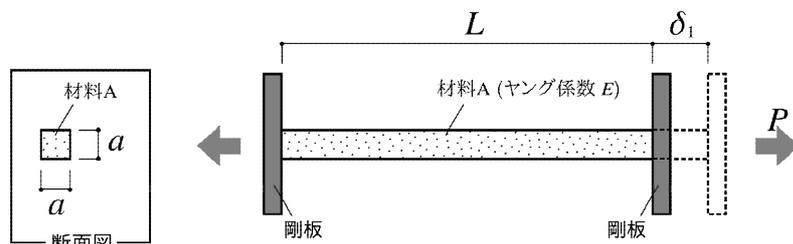
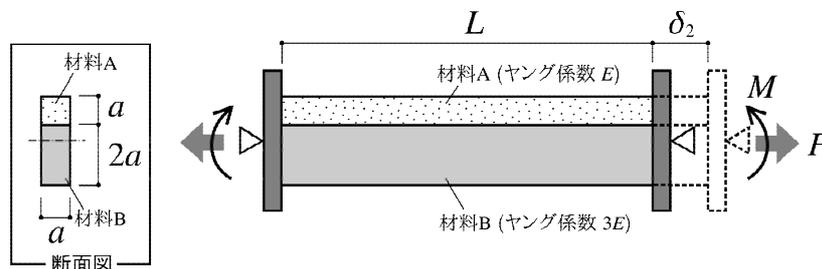
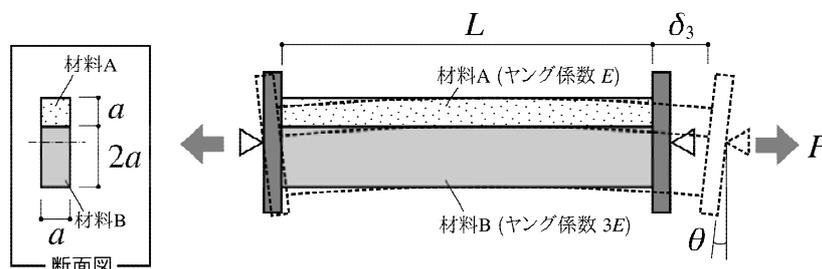

図 1a) 材料Aからなる部材を引っ張る場合
図 1b) 材料Aと材料Bからなる部材を回転拘束しながら引っ張る場合
図 1c) 材料Aと材料Bからなる部材を回転拘束せずに引っ張る場合
1. 下図のように、長さ  $L$  の材料 A および材料 B から構成された 2 種類の部材がある。一つの部材は、図 1a) に示すように、材料 A のみからなる部材である。またもう一つの部材は図 1b) 及び図 1c) に示すように、材料 A と材料 B が滑らないように密着して接着したものである。材料 A のヤング係数は  $E$ 、材料 B のヤング係数は  $3E$  である。これらの部材の両端に剛な板を接合し、引張力を加えたときの挙動について、以下の問いに答えなさい。
- (1) 図 1a) のように、材料 A からなる部材に、引張力  $P$  が加わったときの、伸び量  $\delta_1$  を求めなさい。
- (2) 図 1b) のように、材料 A と材料 B からなる部材の両端の剛板を部材の中心軸で支え、剛板が傾かないように真っ直ぐ引っ張った。引張力が  $P$  であるときの、伸び量  $\delta_2$  を求めなさい。
- (3) 上記(2)のとき、剛板が傾かないように加えたモーメントの大きさ  $M$  を求めなさい。
- (4) 図 1c) のように、材料 A と材料 B からなる部材の両端の剛板を中心軸で支え、引張力  $P$  のみを加えて引っ張ったところ、伸びと共に傾き角  $\theta$  が生じた。引張力のみを加えたのに、なぜ傾き角が生じたのか、その理由と、 $\theta$  の値を求める方法の概略を説明しなさい。